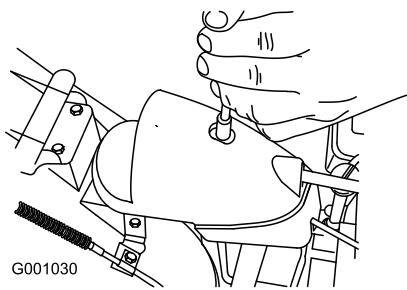

Figure 60
1. Retirez la fixation du couvercle du secteur denté (Figure 60), soulevez l'avant du couvercle et faites-le coulisser en arrière de façon à l'écarter.